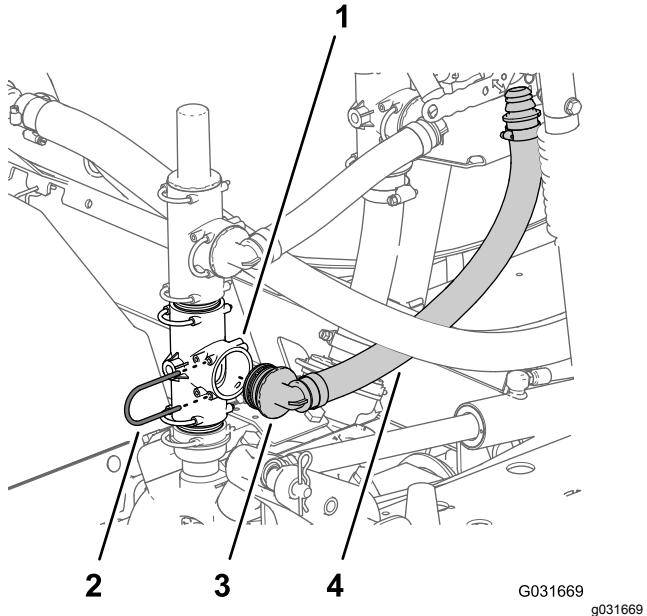

Рисунок 10
- Совместите другой прямоугольный штуцер шланга подачи в сборе с открытым отверстием в нижнем тройнике на насосе опрыскивателя и вставьте прямоугольный штуцер до его полной посадки (Рисунок 10).
- Закрепите прямоугольный штуцер в тройнике насоса опрыскивателя фиксатором (Рисунок 10), снятым при выполнении пункта 1 раздела **Перестановка клапана сброса давления и верхнего тройника** (страница 7).